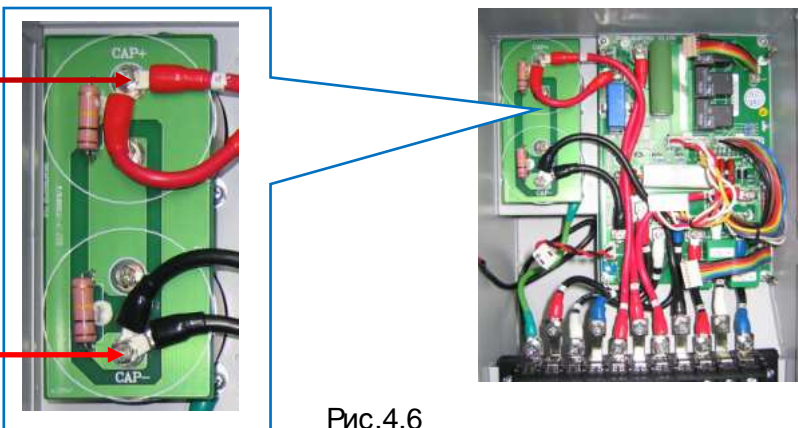

Рис.4.6
4.11.3. Подключить щупы мультиметра к клеммам «CAP+» и «CAP-» Ёмкостного модуля ЗПТ (рис.4.6).
4.11.6. Подключить щупы мультиметра к клеммам «CAP+» и «CAP-» (рис.4.6).